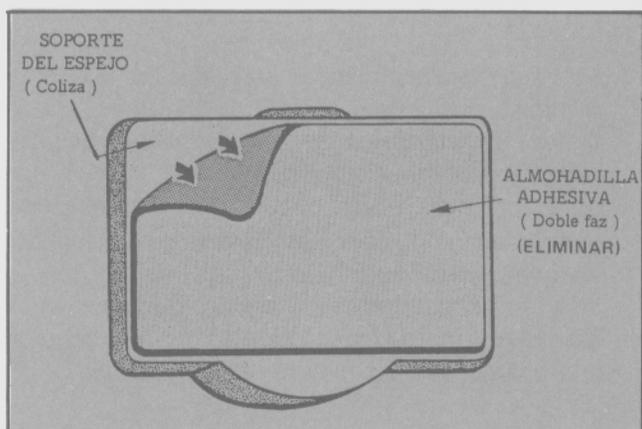

Fig. 61 - Extracción de la almohadilla adhesiva del soporte del espejo.
- Retirar del soporte del espejo la almohadilla autoadhesiva doble faz y desecharla. (Fig. 61).